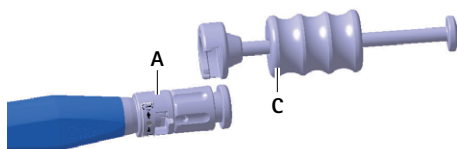

Abb. 5 Schlaghammer an Einsetzinstrument montieren
- Schlaghammer C auf Einsetzinstrument A montieren, siehe Abb. 5.
- Schlaghammer **B** auf Einsetzinstrument **A** montieren, siehe Abb. 5.